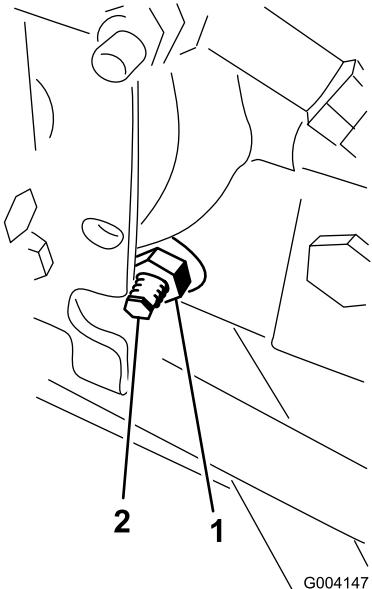

Рисунок 62
- С правой стороны гидростата ослабьте контргайку кулочка регулировки тяги (Рисунок 62).